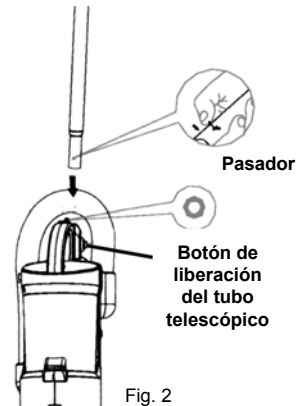

Fig. 2
- Inserte el tubo telescópico en el orificio al lado del mango del recipiente de polvo. Asegúrese de que la ranura en el mango encaje correctamente en la abertura. (Fig. 2)
- Presione el botón de liberación del tubo telescópico para extraer el tubo telescópico. (Consulte la Fig. 2 en página 4)